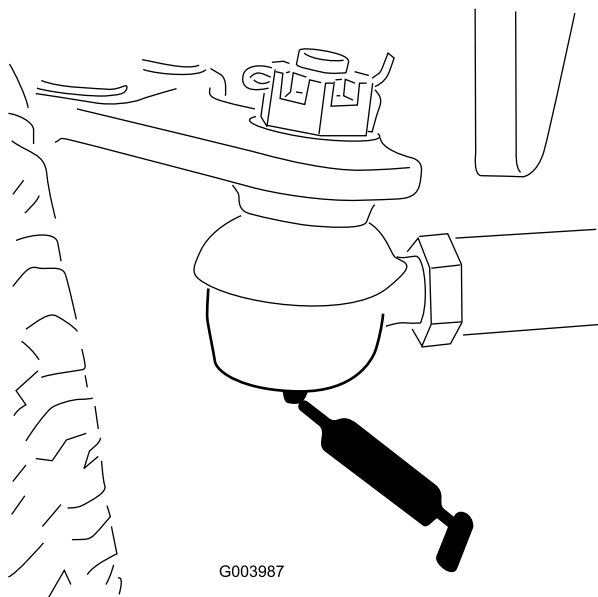

Figura 31
- Barra de ligação do eixo traseiro (2) (Figura 31)